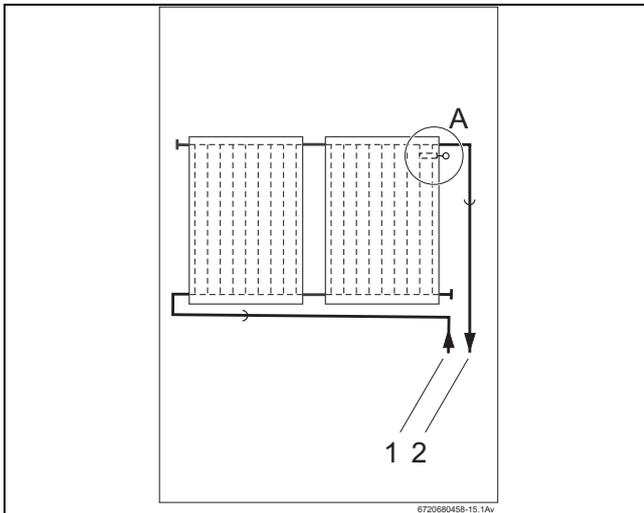

Fig. 45 Posizionamento della sonda del collettore (rappresentazione schematica)
La sonda del collettore è fornita con la stazione solare ovvero con la regolazione. Fare attenzione al posizionamento della sonda nel caso di collettori disposti in singola o doppia fila (fig. 45, [1]).
La sonda del collettore deve essere montata nel collettore con la tubazione di mandata già collegata (fig. 45, [2]).
- Posizionamento (fig. 45, A) per collettori disposti su una fila, con tubazione di mandata a destra.